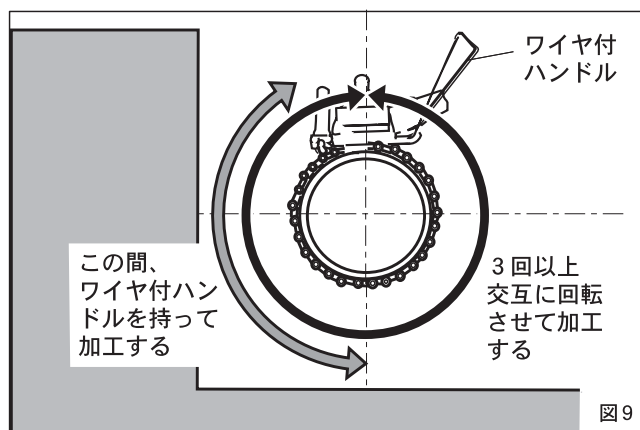

図9
溝切加工と溝寸法の確認（図9）
- ① スwitchを再度ONにして刃物を回転させ、ガイドリングに沿って溝切加工を行ってください。（図9）